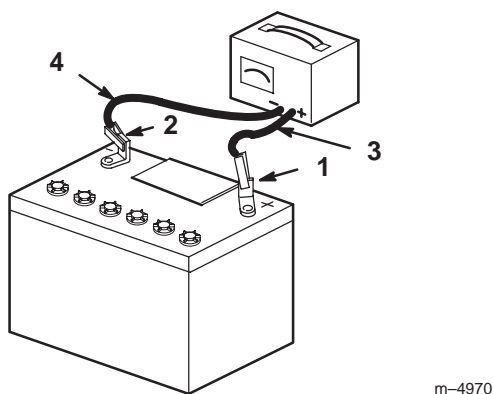

Figure 50
- Quand la batterie est chargée au maximum, débranchez le chargeur de la prise, puis débranchez les fils du chargeur des bornes de la batterie (Fig. 50).